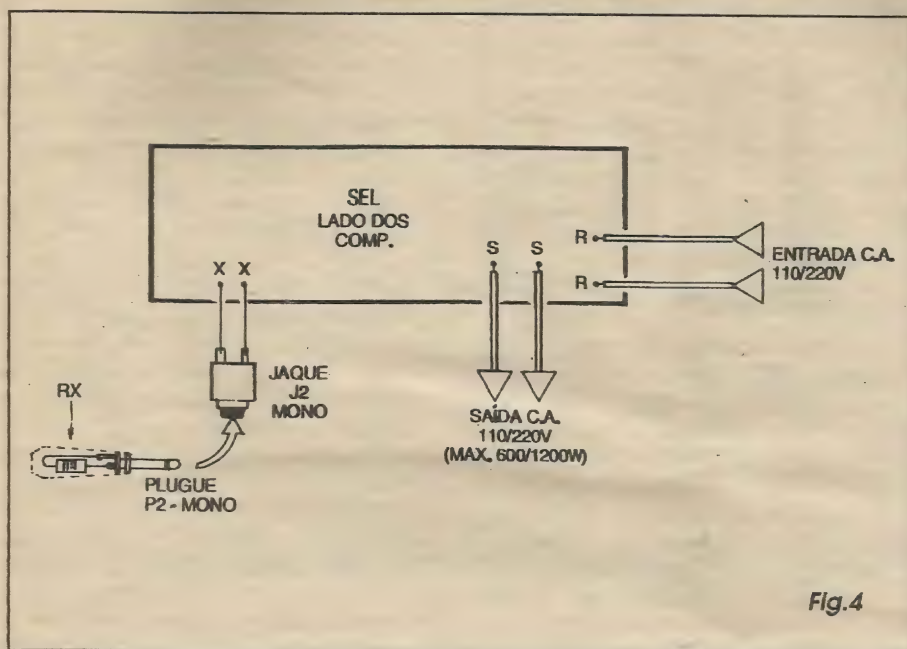

Fig. 4
- **FIG. 4 - CONEXÕES EXTERNAS À PLACA** - Pela própria organização do circuito, e a partir do *lay out* básico da placa, as conexões feitas *do impresso para fora* são todas muito simples, detalhadas no diagrama que mostra novamente o impresso pela sua face não cobreada (agora, momentaneamente *esquecendo* as peças que já estão colocadas e soldadas *sobre* a placa...). O jaque/buraco da fechadura, deve ter seus terminais ligados aos pontos X-X da placa (no caso, não existem preocupações de polaridade, nem no jaque, nem no plugue que contém R_x ...). Aos pontos R-R deve ser ligada a rede C.A. local, através de um par de cabos isolados no conveniente calibre, ou seja: compatíveis com os níveis de potência/corrente envolvidos e comandados... A partir dos pontos S-S saem os cabos isolados (também em calibres compatíveis...) que vão à saída de potência para o aparelho, circuito, dispositivo, maquinário, a ser controlado pelo SEL... Na prática, as conexões de entrada/saída de C.A. podem ser feitas através de pares de conectores parafusáveis tipo Sindal, para maior elegância e facilidade... Observar ainda, na figura, o
Para calibrar o circuito, de modo que ele apenas possa reconhecer a única e verdadeira chave/código resistiva, uma maneira prática e rápida é ligar uma lâmpada (para tensão correspondente à da rede local...) à saída do sistema (fios que vão aos terminais S-S, na FIG. 4), ligar os fios R-R à rede C.A. local, enfiar o plugue/chave no respectivo jaque e, lentamente, girar o *trim-pot*, para lá e para cá, até se obter o *acendimento da lâmpada*! É bom notar que tal ponto é muito específico e único, e que *andando* o giro do *knob* do *trim-pot*, um pouquinho para lá ou um pouquinho pra cá, imediatamente a lâmpada/carga apagará (indicando que a calibração *saiu do ponto ideal*...).